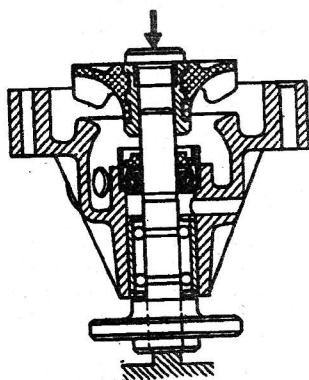

Рис. 66. Напрессовка крыльчатки водяного насоса
- напрессовать крыльчатку на валик подшипника за подшипником с корпусом насоса. Выступание крыльчатки из плоскости корпуса должно быть не более 0,2 мм (рис. 66);